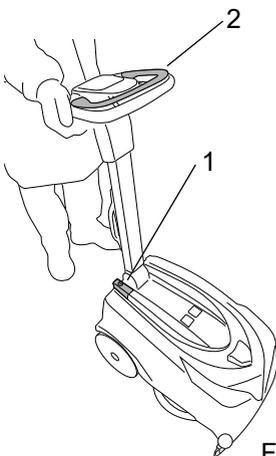
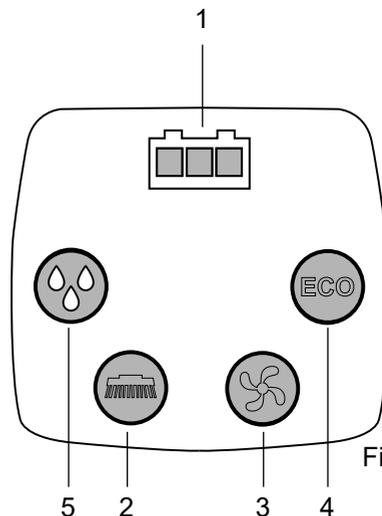

Fig.14
Fig.15
- Hauptschalter (Abb. 14, Pkt. 1): er schaltet die Spannungsversorgung zu allen Maschinenfunktionen ein und aus.
- Betriebsleuchte (Modell mit Stecker) (Abb. x, Pkt. x): sie ist gelb und zeigt an, dass das Netzkabel der Maschine an das Stromnetz angeschlossen ist und dass der Hauptschalter gedrückt wurde (Abb. 14, Pkt.1).
- Kontrolllampe für den Akkuladestand (nur Modelle mit Akku) (Abb. 15, Pkt. 1): sie besteht aus einer roten, gelben und grünen LED, die den Akkuladestand anzeigen. Die möglichen Situationen sind:
- Bürstenschalter (Abb. 15, Pkt. 2): er schaltet die „Bürstenfunktion“ ein („LED eingeschaltet“) und aus („LED ausgeschaltet“), die Bürste schaltet sich nur dann ein, wenn der „Bürstensteuerhebel“ (Abb. 14, Pkt. 2) bedient wird.
- Saugschalter (Abb. 15, Pkt. 3): er schaltet den Saugmotor ein („LED eingeschaltet“) und aus („LED ausgeschaltet“), mit dem der zuvor gereinigte Boden getrocknet werden kann. Der Motor schaltet sich nur dann ein, wenn der „Bürstensteuerhebel“ bedient wird.
- Leuchtschalter für den Reinigungsmittelfluss (Abb. 15, Pkt. 5): er schaltet den Reinigungsmittelfluss in drei verschiedenen Schaltstufen ein („LED eingeschaltet“) und aus („LED ausgeschaltet“). Die Abgabe erfolgt nur bei laufender Bürste.
- ECO-Schalter (Abb. 15, Pkt. 4): er schaltet den ECO-Betrieb ein („LED eingeschaltet“) und aus („LED ausgeschaltet“).